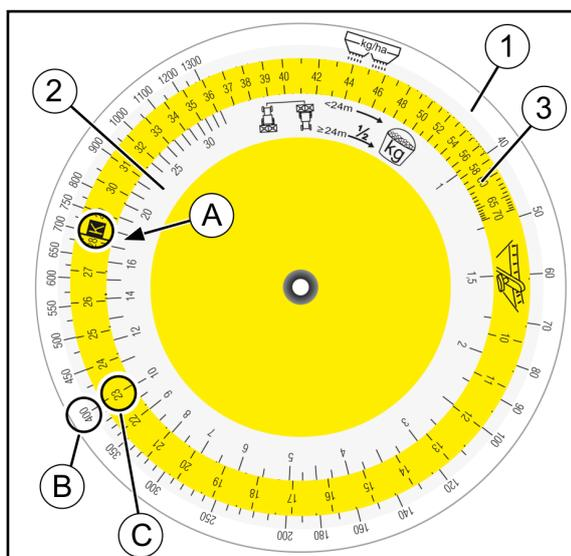

Fig. 60
Auf Skala (Fig. 60/2) für aufgefangene Menge [kg] Zahlenwert **17,5 (A)** aufsuchen und mit Position **K** der farbigen Skala (Fig. 60/3) übereinanderstellen.
8. Gewünschte Streumenge (400 kg/ha) (B) auf der Skala für die Streumenge (Fig. 60/1) aufsuchen und erforderliche Schieberstellung (Position) **23 (C)** ablesen.